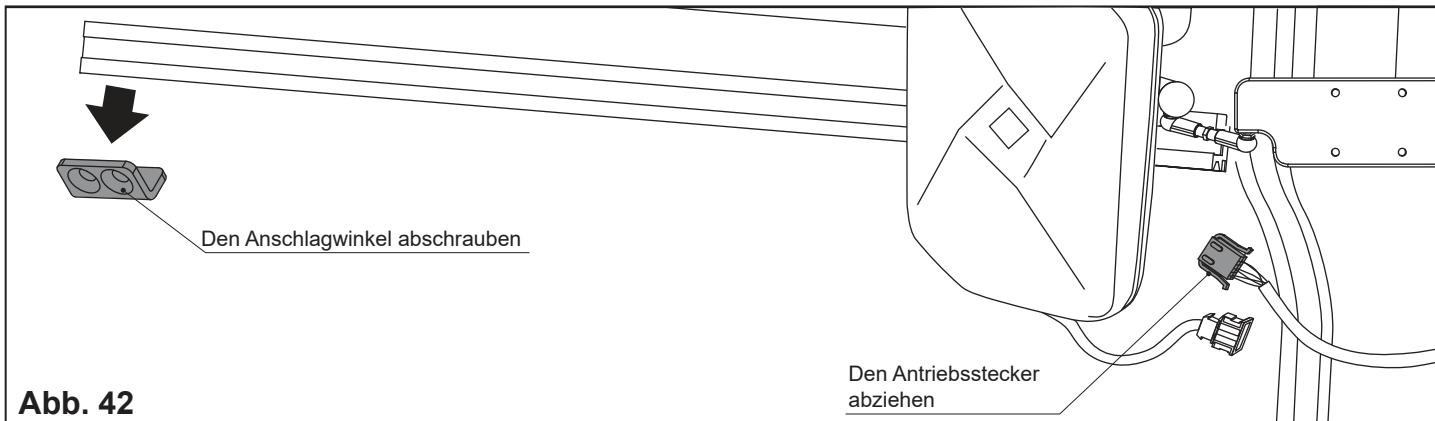

Abb. 42
1. Den Anschlagwinkel ausbauen (Abb. 42).
2. Den Antriebsstecker abziehen (Abb. 42).